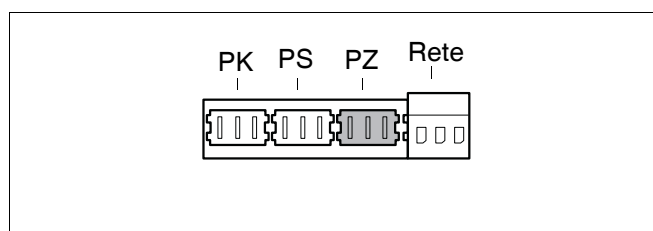

Fig. 37 Morsetteria - Pompa di circolazione 230 V (collegamento colore lilla).
- Collegare la pompa di circolazione al morsetto lilla PZ (fig. 37). Corrente assorbita massima ammessa della pompa = 250 W.